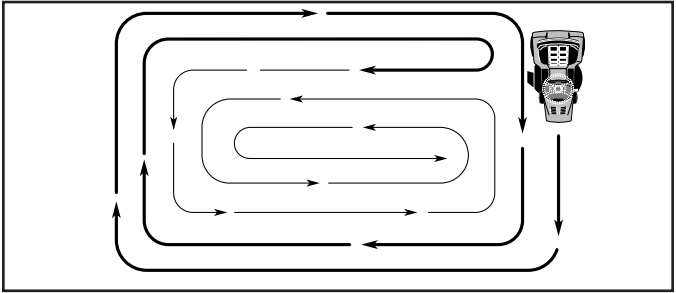

FIG. 9
- Lorsque vous vous asseyez sur le siège du tracteur, démarrez le moteur. Après que le moteur marche, déplacez la commande des gaz à la position lente. Avec le levier de la commande de déplacement dans la position point mort (N), débrayez lentement la pédale de frein/embrayage.
- Déplacez le levier de la commande de déplacement à la position de marche avant et tenez-le pendant cinq (5) secondes. Déplacez le levier à la position de marche arrière et tenez-le pendant cinq (5) fois.
- Déplacez le levier de la commande de déplacement à la position point mort (N). Coupez le moteur et engagez le frein de stationnement.
- Pour tondre une grande surface, on vous conseille de commencer par tourner à droite, de façon à ce que l'herbe ne soit pas déversée sur les arbustes, les clôtures, les allées, etc. Après un ou deux tours, tondez en sens inverse en tournant à gauche jusqu'à ce que le travail soit achevé (Voir la Fig. 9).